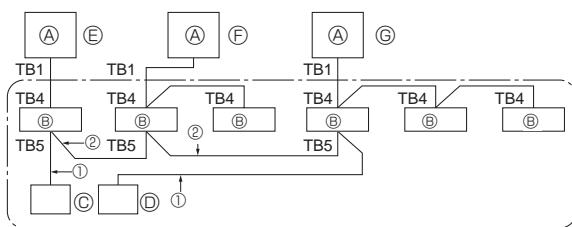

Fig. 10-1
- ③ L'appareil s'arrête automatiquement deux à trois minutes après la récupération de réfrigérant (témoins DEL 1 et 2 allumés), veiller à fermer rapidement la vanne d'arrêt de gaz. Lorsque les témoins DEL 1 et 2 sont allumés et que l'appareil extérieur est arrêté, ouvrir la vanne d'arrêt de liquide au maximum et répéter l'étape ② après trois minutes.
④ Mettre hors tension (coupe-circuit).
10. Contrôle du système (Fig. 10-1)